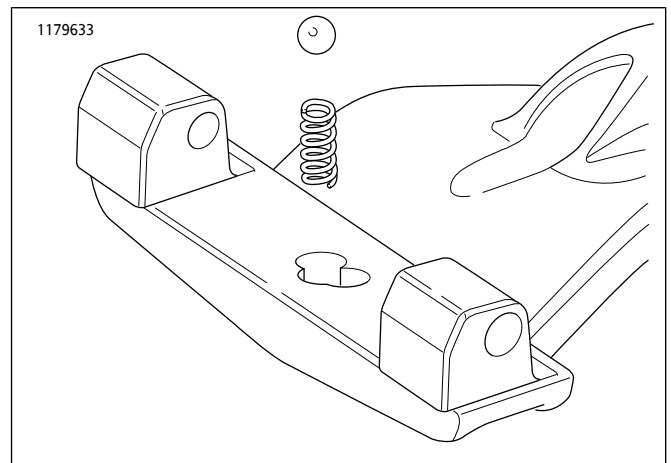

图3。安装钢球和弹簧
5. 参见图3。将弹簧插入脚踏板支架的固定孔中。将球置于弹簧顶部。